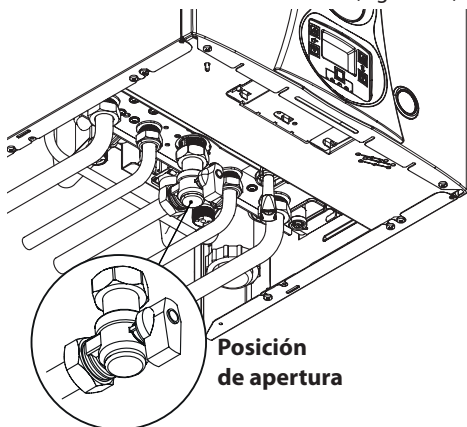

Figura 2.1
- Las llaves de la caldera y las incluidas durante la instalación deben estar abiertas (Figura 2.1).